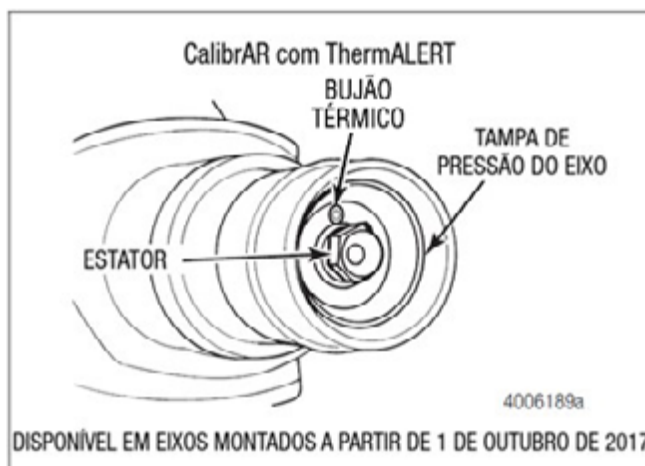

Figura 1.6
- Se equipado com o sistema ThermALERT, a tampa de pressão do eixo com o bujão térmico e o estator estão instalados na ponteira. O bujão térmico deve ser instalado na posição das 12 horas, quando o eixo estiver na posição de funcionamento. Veja a Figura 1.6.